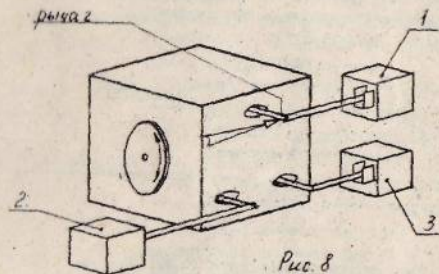
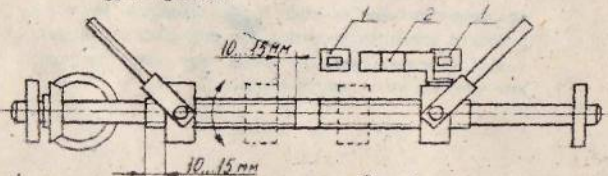

Рис. 8
Рис. 9
- 7.4.2. Нажать рукой на рычаг эл. магнита поз. 1 (рис. 8) и повернуть шкив. Механизм рабочего элемента при этом вращаться не должен. При отпускании рычага механизм должен включаться вновь.
- 7.4.3. Нажать рукой на рычаг эл. магнита поз. 2 (рис. 8) и провернуть вручную шкив распределительной коробки. Ходовой винт механизма подъема-опускания ножной части рабочего элемента должен вращаться без звезданий от незначительного усилия руки (рис. 9).
Необходимо прокрутить механизм не менее двух раз до полного поднимания и опускания ножной части рабочего элемента. Точкой полного опускания (поднимания) механизма считается положение, при котором гайка ходового винта не доходит до конца резьбы на 10-15 мм (рис. 8). При этом положении должен быть щелчок срабатывания конечного выключателя поз. 1 от язычка поз. 2, прикрепленного к гайке ходового винта. Необходимо проверить надежность закрепления конечных выключателей поз. 1 и язычка поз. 2. После отпускания рычага электромагнита механизм подъема-опускания должен отключаться.
- 7.4.4. Нажать рукой на рычаг эл. магнита поз. 3 (рис. 8) и провести работы в соответствии с предидущим пунктом для механизма подъема-опускания головной части рабочего элемента.
7.5.9. Установить тумблер поз. 5 (режим) в положение "ложе". При этом должен выдвигаться рычаг электромагнита поз. 1 (рис. 8). Если при этом электромагнит издает гудение, нужно ослабить крепежные винты эл. магнита и найти такое положение его корпуса, при котором он работает бесшумно.
7.5.10. Установить тумблер поз. 4 (ложе) в положение "нокнов". Если рама рабочего элемента находится в нижнем положении, нажать кнопку поз. 9 (подъем). При этом должен включиться и нажать на рычаг эл. магнит поз. 2 (рис. 8) а ножная часть рабочего элемента будет подниматься. Если кнопку отпустить, подъем прекратится. При достижении верхнего крайнего положения подъем прекращается автоматически. Кнопкой поз. 7 (опускание) произвести опускание рамы. При достижении нижнего крайнего положения опускание автоматически прекратится. Положение ножной части рабочего элемента относительно точки полного опускания отражается на стрелочном индикаторе поз. 3. Если при нажатии на кнопку 7; 9 эл. магнит начинает гудеть, нужно отрегулировать его работу в соответствии с предыдущим пунктом.
7.5.11. Установить тумблер поз. 4 (ложе) в положение "головно". При этом должен включиться и нажать на рычаг эл. магнит поз. 3 (рис. 8). Провести работу, аналогичные предыдущему пункту, используя кнопки поз. 6; 8. При этом положение головной части рабочего элемента относительно точки полного опускания отражается на стрелочном индикаторе поз. 3.